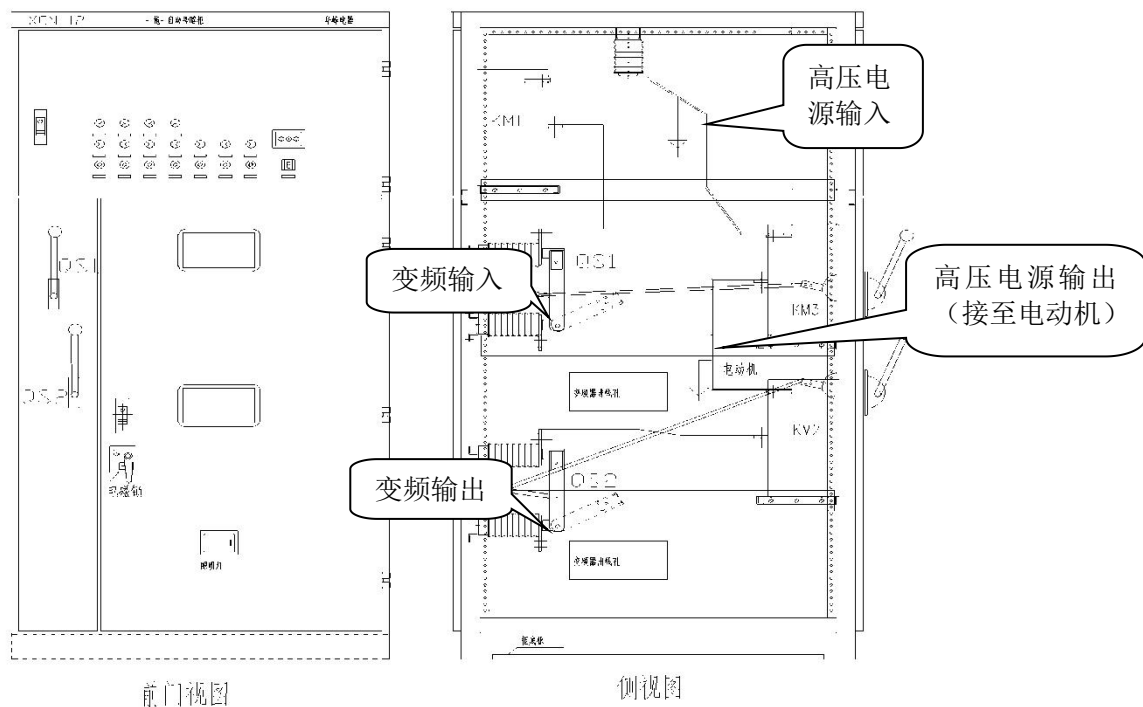
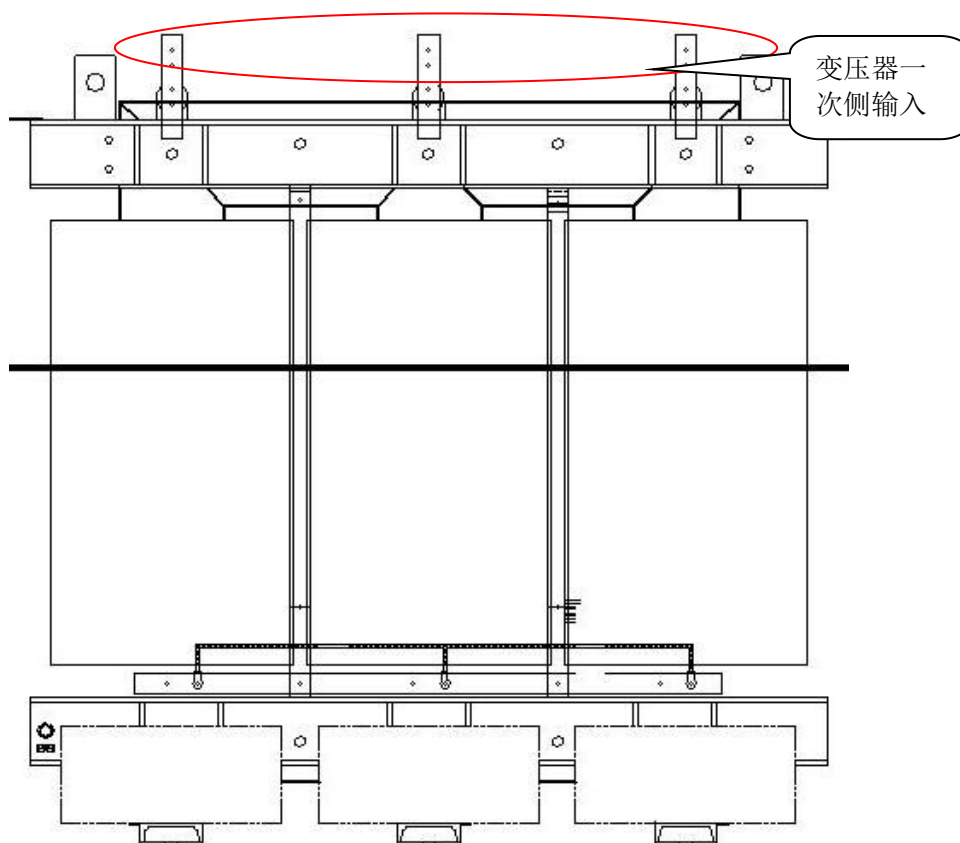
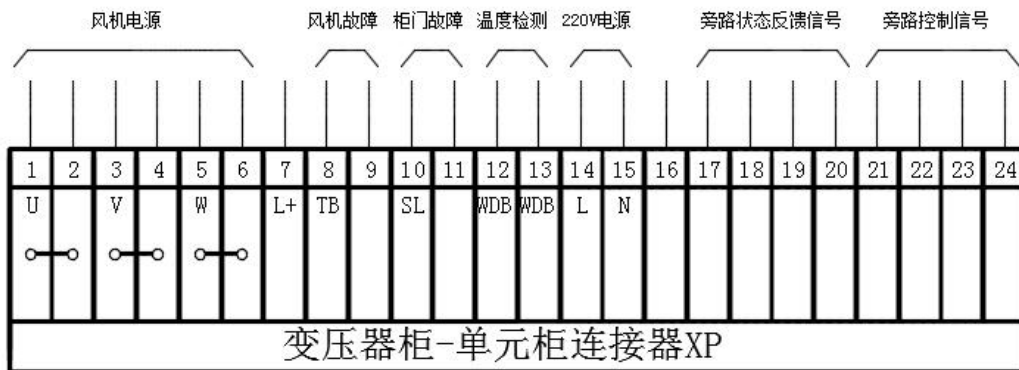

图 3-12 旁路柜一次接线端子图
图 3-13 变压器输入端子
图 3-16 变压器柜内接线端子图
- **高压电源输入、输出电缆：**高压输入、输出端子均集中在旁路柜内，高压输入电缆接在旁路柜的输入铜排上，高压输出电缆（即负载机电缆）直接接至旁路柜的输出铜排上，如图 3-12 所示，用户可根据现场的情况选定从底部或者顶部进出电缆。
- **旁路柜到移相变压器的电缆:** 用高压软电缆将 QS1 的下端与移相变压器的一次侧端子连接，旁路柜的接线端子如图 3-12 所示；变压器一次侧接线端子如图 3-13 所示：
- **功率单元输出到旁路柜的电缆：**功率单元串接以后，最后一级单元输出额定电压，直接接到旁路柜内的 QS2 的下端，如图 3-12 所示。
(2) 二次电缆接线
- 功率单元柜与变压器柜的接线主要是变压器的冷却系统、温度检测信号和电流检测信号的接线，接线端子在变压器柜的右侧，其标准的接线端子如图 3-16 所示。